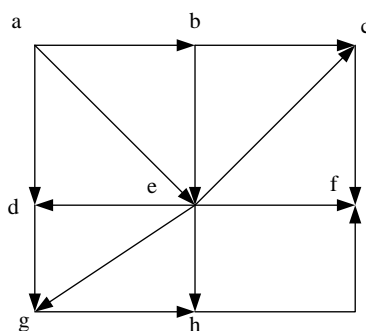

Рис. 3
3. Для направленного графа электрической сети, показанного на рис.3, выделить дерево и хорды, пронумеровать ветви, составить матрицы  $\mathbf{M}$ ,  $\mathbf{N}$ ,  $\mathbf{Y}_y$  (последняя – в общем виде).